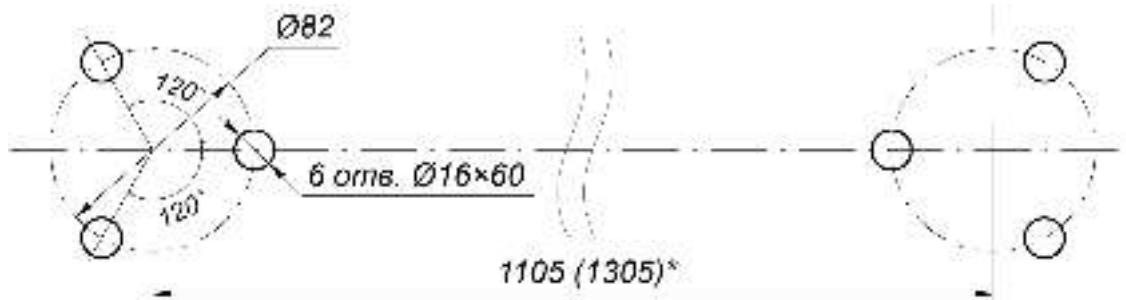

Рисунок 14. Расположение отверстий под анкерные болты во фланцах стоек поворотной секции ограждения с механическим УБ
2. Разметьте и просверлите отверстия на установочной поверхности под анкера PFG IH 10 «SORMAT» в соответствии со схемой разметки (см. рис. 14). Сначала размечаются центры установки стоек секции ограждения, затем от них размечаются точки крепления стоек, допускается использование в качестве шаблона непосредственно самих фланцев стоек.